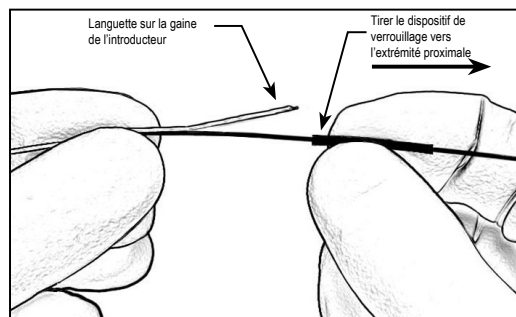

Figure 3 – Tirer le dispositif de verrouillage vers l'extrémité proximale
17. Tenir le dispositif à l'opposé du dispositif de verrouillage et tirer sur le dispositif vers l'extrémité pour exposer la languette sur la gaine de l'introducteur. Voir Figure 3.